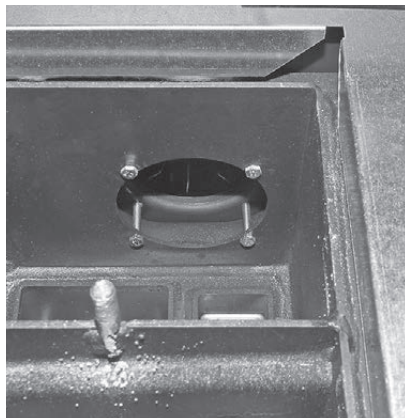

Fig. 26 Rimuovere le 4 viti
- ▶ Rimuovere le 4 viti a testa esagonale interne in corrispondenza delle superfici riscaldanti – Fig. 26. Rimuovere con cautela il ventilatore gas combusti.